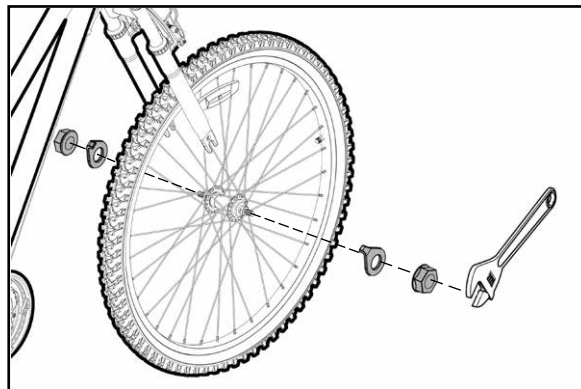

Figure 28
Pour installer la roue avant, insérez la roue dans les pattes, posez la rondelle frein sur l'essieu, alignez l'ergot de la bague de maintien sur le trou correspondant dans la patte. Posez le contre-écrou sur l'essieu après la bague de maintien et serrez le contre-écrou avec une clé à molette (B) (voir les Figures 28 et 29).